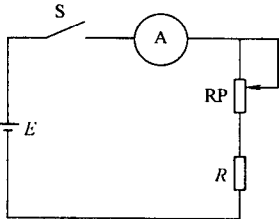
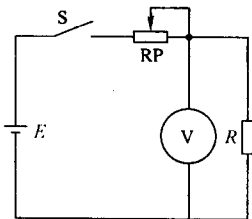

图 2-6 电流测量电路
图 2-7 电压测量电路
实操电路（见图 2-6、图 2-7）
- 1) 按图 2-6 连接好电路。
3) 按图 2-7 连接好电路。